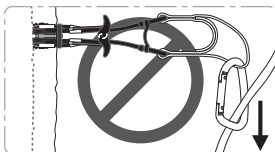

Abbildung 4
- Setzen Sie die Totem-Backenklemme nicht in flachen Spalten ein, in denen der Körper der Totem-Backenklemme nicht richtig gemäß der erwarteten Last ausgerichtet werden kann (*siehe Abbildung 4*). Die Kraft ist in dieser Situation geringer und das Gerät kann herausrutschen.
Das kann nach wiederholten Querbelastungen auftreten (**siehe Abbildung 4**). Ziehen Sie in diesem Fall die Feder von Hand nach unten, um sie von der Führung zu trennen. Lassen Sie dann die Feder wieder los.